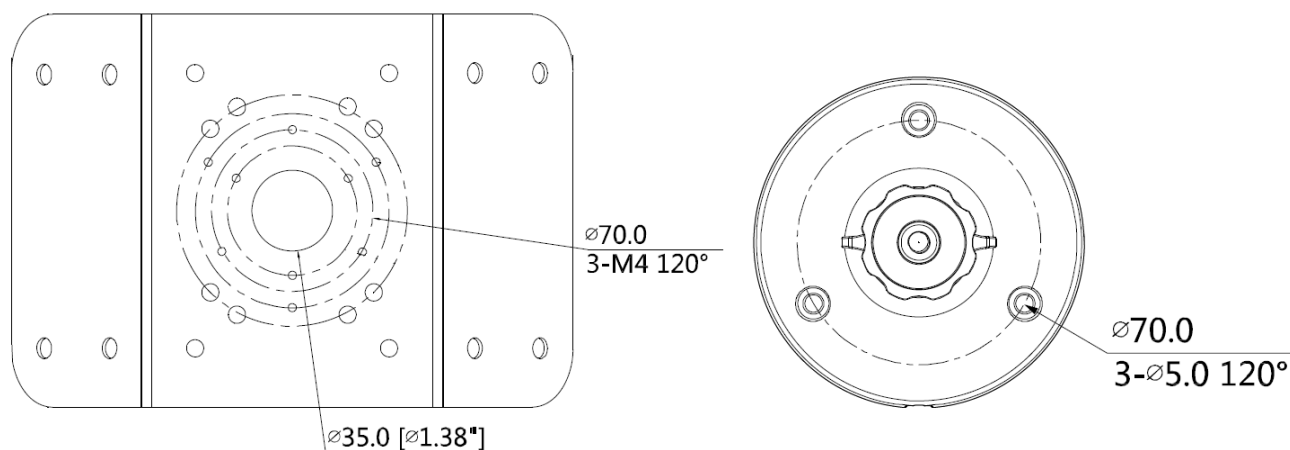

Рисунок 5.6 – Определение точек крепления кронштейна на установочной поверхности
2. Совместите монтажное основание кронштейна BR-101 с установочной поверхностью кронштейна BR-102 (Рисунок 5.6). Используя крепежные элементы из комплекта поставки кронштейна BR-101, закрепите его на установочную поверхность.